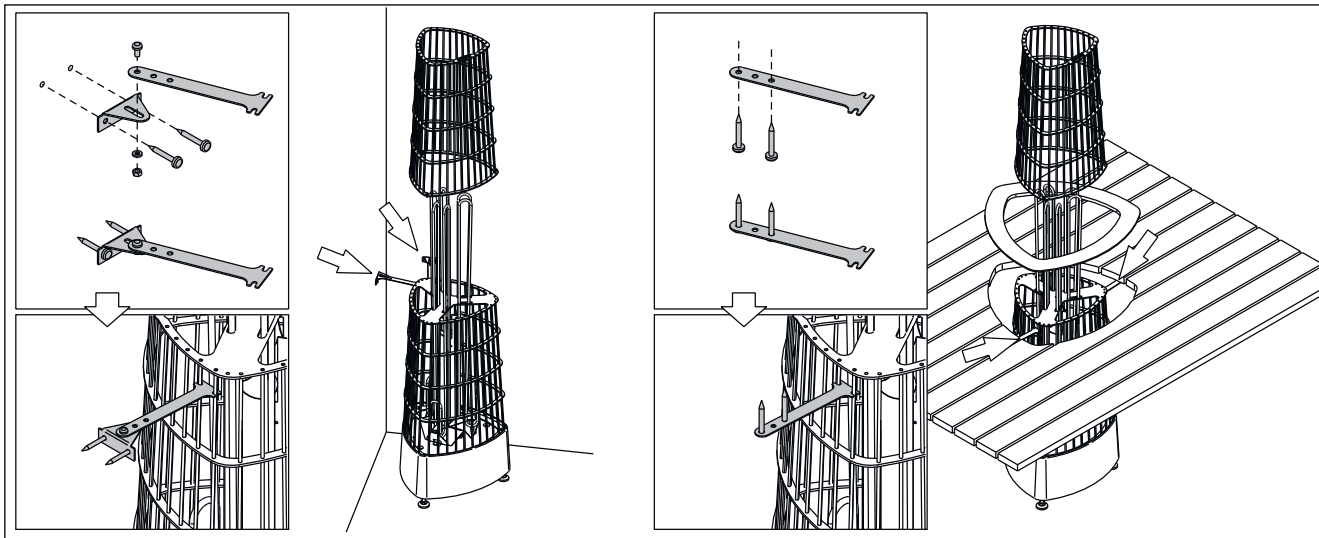

Рисунок 12. Установка нагревателя с помощью крепежных наборов
3. Чтобы прикрепить нагреватель к каркасу сауны, используйте крепежные наборы (2 шт.). На рис. 12 приведены примеры использования крепежных наборов. **Внимание! Крепление нагревателя с верхней части стального каркаса может затруднить складывание камней и техническое обслуживание.**